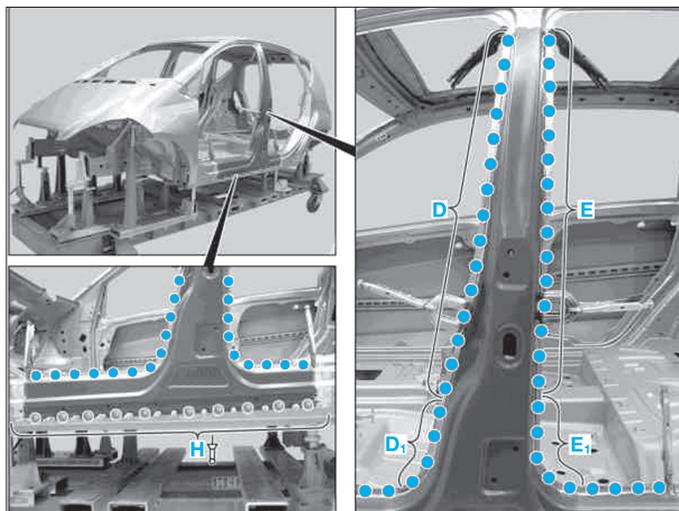

FIG. 79
- Déposer le banc de mesure et de redressage puis terminer de souder la partie extérieure du montant B, zones (D), (E) (Fig.79).
- Souder la partie extérieure du montant B, zones (D₁) et (E₁) (Fig.79).